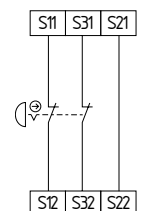

Fig. 10
**Circuit d'arrêt d'urgence à 2 canaux avec organes de commande selon EN ISO 13850 et EN 60947-5-5 (Fig. 10)**